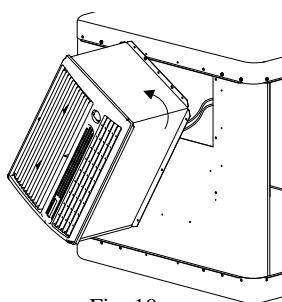

Fig. 10
- Dé vuelta al conducto 90 grados a la izquierda (véase Fig 10). Tenga cuidado cuando da vuelta al conducto que no desconecta ni hace daño a los cables eléctricos que todavía están conectadas con el control y el panel delantero.